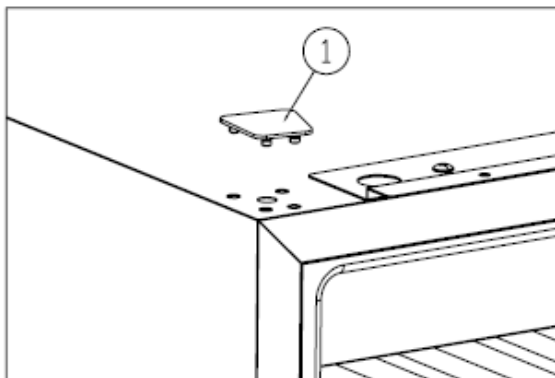

Figura 3
- ✧ Remova a tampa germinal ①. [Figura 3]